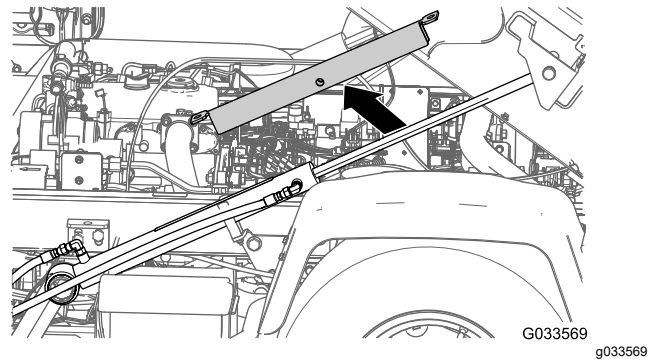
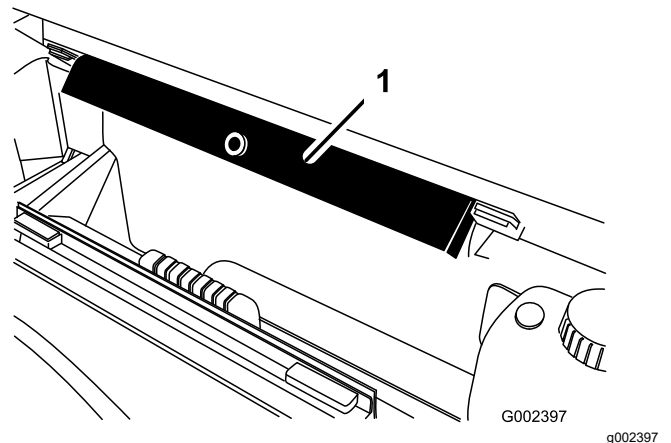

Bild 32
Bild 33
2. Entfernen Sie die Ladepritschenstütze von dem Hubzylinder und lagern Sie die Stütze in den Lagerungshalterungen an der Rückseite der Überrollschutzplatte (**Bild 32** und **Bild 33**).